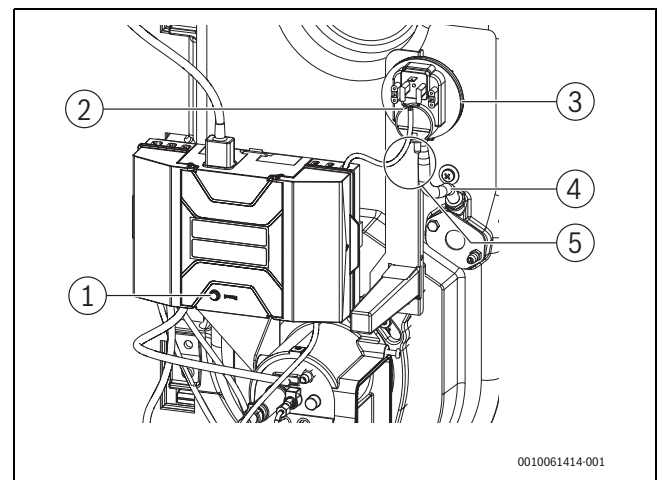

Bild 73 Störung am ADS-Druckschalter zurücksetzen
- Zurücksetzen durch mindestens 5 sec Drücken der Entstörtaste am Feuerungsautomaten (→ Bild 73).
- ▶ Bei Teileaustausch im Reparaturfall auf die korrekte Zuordnung der Messleitung gemäß Bild 73 und 74 achten!